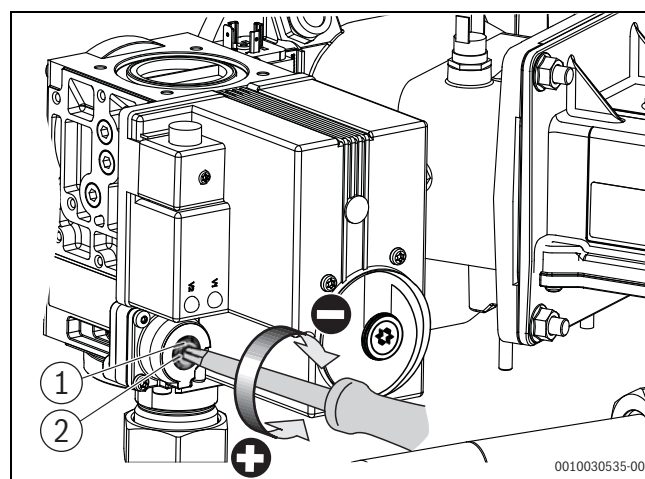

Bild 14 O₂-Gehalt bei Teillast einstellen (Kesselgröße 150 – 300 kW)
- ▶ Verschlusschraube an der Gasarmatur herausdrehen (→ Bild 14).
- ▶ O₂-Wert an der Teillast-Einstellschraube auf 5,4 % einstellen (→ Bild 14).